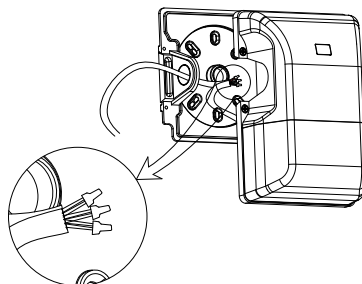

Fig. 5B
5. Pass the power cable through the side hole of the back plate and make the electrical connections between the power leads (black, white and yellow green) and luminaire leads by using the wire nuts (Fig. 5B).
5. Passer le câble d'alimentation dans le trou latéral de la plaque arrière et effectuer les connexions électriques entre les fils d'alimentation (noir, blanc et jaune vert) et les fils du luminaire en utilisant des capuchons de connexion (Fig. 5B).